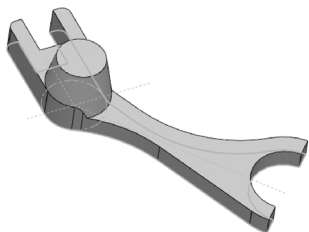

图 3-69 执行拉伸切除操作
STEP 2 单击“特征”工具栏中的“拉伸切除”按钮, 选择**STEP 1**绘制的第一个草图, 执行“反侧切除”操作, 效果如图3-69所示。